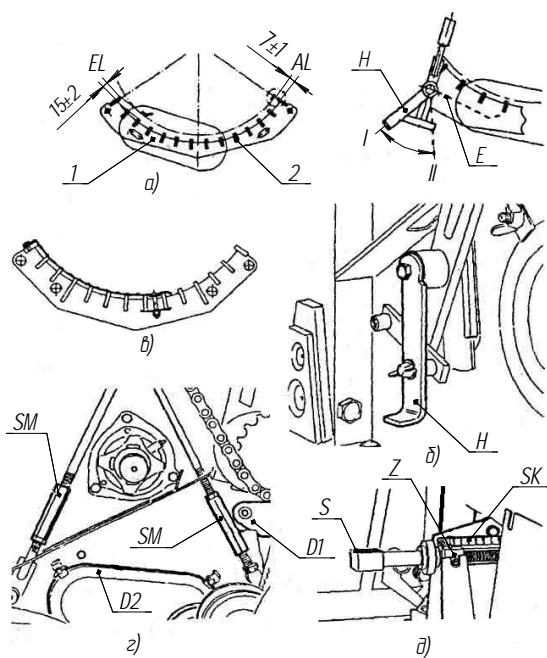

Рис. 41.3. Подбарабанье, механизм подвески и регулировки подбарабання:
- открываются смотровые отверстия *D1* и *D2* (рис. 41.3, *з*) под молотильным барабаном и выходом из подбарабання на обеих боковых стенках;
- поворачивается установочный винт *S* (рис. 41.3, *д*) для точной регулировки подбарабання до тех пор, пока будет достигнута отметка-насечка (зазубрина) *Z* шкалы *SK*;
- устанавливается подбарабанье параллельно молотильному барабану регулировочными гайками *SM* (рис. 41.3, *е*);
- производится измерение на правой и левой стороне, а также регулировка зазоров сначала на входе ( $15 \text{ мм} \pm 2 \text{ мм}$  (рис. 41.3, *а*) третья планка подбарабання – верхняя кромка била), затем на выходе ( $7 \text{ мм} \pm 1 \text{ мм}$ ) последняя планка подбарабання – верхняя кромка била);
При необходимости демонтажа подбарабання или заслонки шас-талки и последующем их монтаже обеспечивается, чтобы при нахождении рычага Н (рис. 41.3, б) в положении II заслонки шас-талки прилежали к боковинам подбарабання.